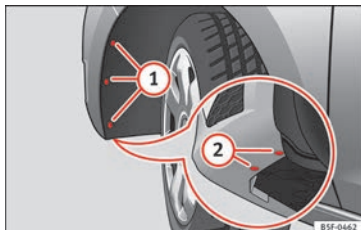

Fig. 112 Farol de nevoeiro: acesso ao conector e ao porta-lâmpadas.
- Retire os 3 parafusos ① » **Fig. 112** do interior do passa roda e os 2 parafusos inferiores ② » **Fig. 112** do para-choques, precisando para isso de uma chave de parafusos.